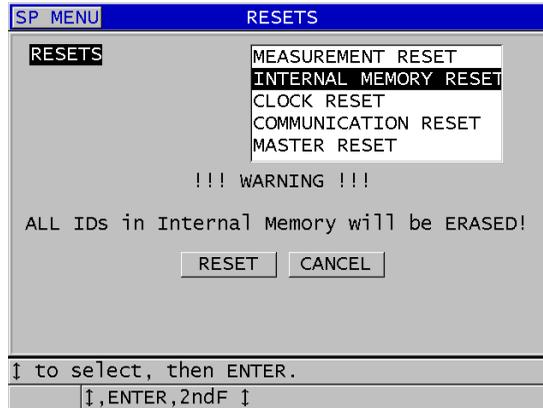

Abbildung 11-22 Warnmeldung bei Gerätespeicher-Reset
3. Verfahren Sie im Fenster **RESETS** (siehe Abbildung 11-22 auf Seite 216) wie folgt: